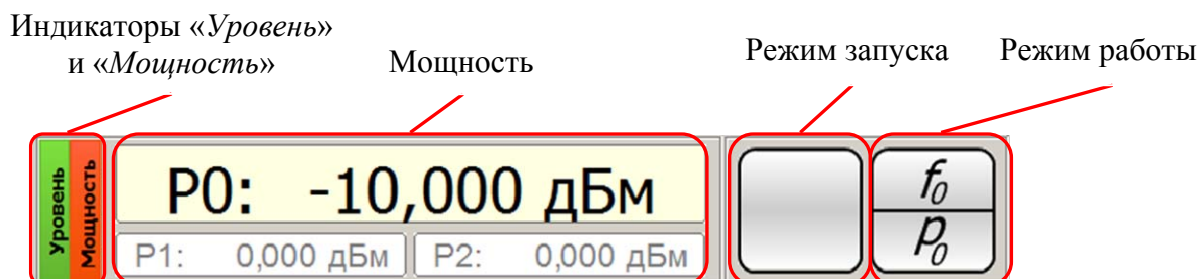

Рисунок 6.16 – Параметры мощности и режим работы
В параметрах мощности (рисунок 6.16) отображается:
1) в режиме «Фиксированная частота и мощность» и «Сканирование по частоте» отображается  $P_0$  – значение текущей мощности, поля  $P_1$  и  $P_2$  затенены (рисунок 6.16);
1) не отображается в режиме «Фиксированная частота и мощность» (рисунок 6.16);